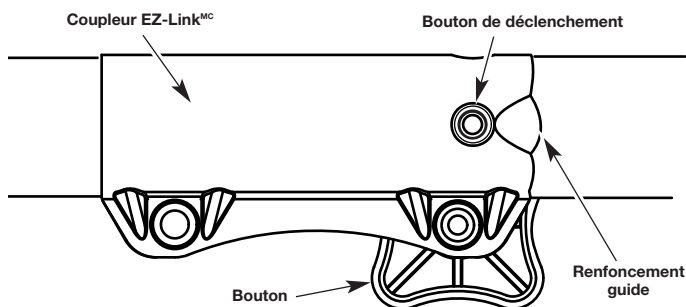

Fig. 16
REMARQUE : aligner le bouton de déclenchement avec le renforcement-guide facilitera l'installation (Fig. 16).
1. Dévissez le bouton vers la gauche (Fig. 16).
2. Appuyez sur le bouton de déclenchement et maintenez-le enfoncé (Fig. 16).